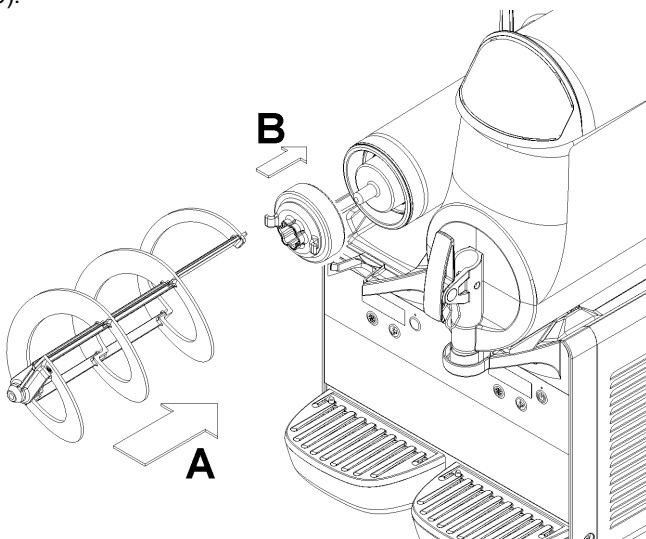

figure 19
- 5** Remonter le joint hexagonal, suivi du mélangeur (voir figure 19).